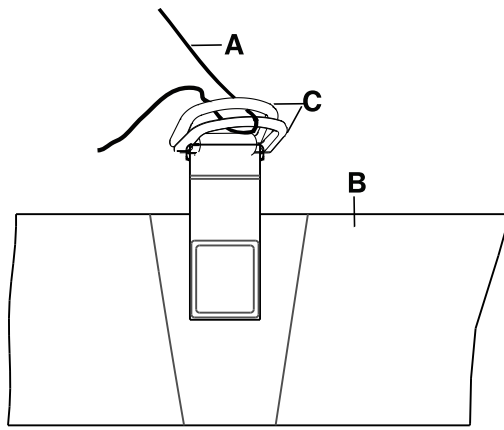

Figure 2 – Mise en place des draps
1. Répartir les anneaux en « D » (C) (Figure 2).
2. Pour fixer les draps (A) à la surface de support (B), passer les quatre coins du drap dans les anneaux en « D » (C) fixés à la housse inférieure.